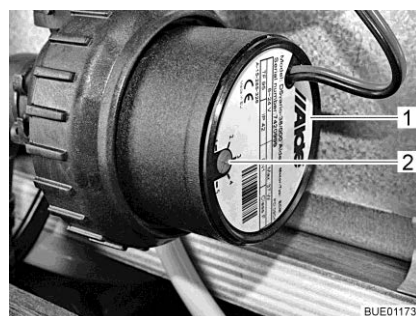

Fig. 160 Réduction de la vitesse de rotation
Le bouton tournant (Fig. 160,2) permet de régler la vitesse de rotation du circulateur. Une faible vitesse de rotation réduit les bruits de fonctionnement de la pompe.
Le bouton tournant se trouve sur le circulateur (Fig. 160,1).
- Tourner le bouton tournant (Fig. 160,2) dans le sens inverse des aiguilles d'une montre. La puissance est réduite.